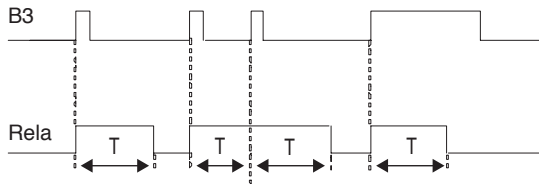

Fig. 12
- ON/OFF monostables : commande avec bouton (local et/ou à distance) pour lumières escaliers ou couloirs avec extinction automatique (voir Fig. 12)